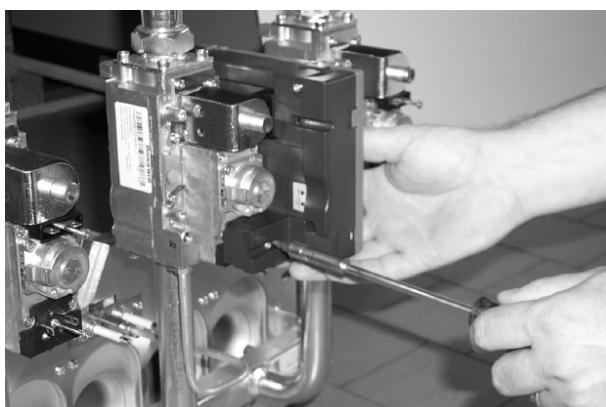
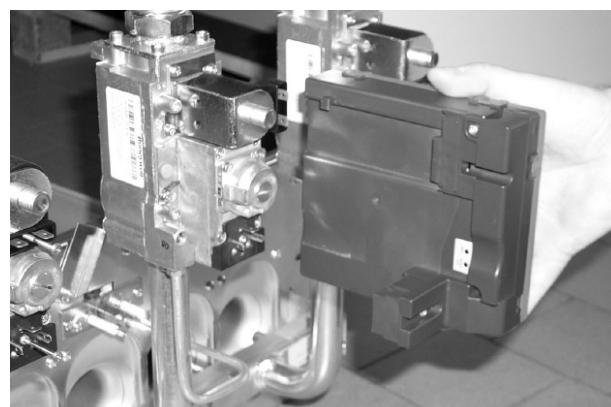

fig. 17
fig. 18
- Sa desurubati cele doua suruburi care fixeaza placa electronica de control flacara pe valva de gaze (fig. 17) si sa o scoateti de pe aceasta (fig. 18).